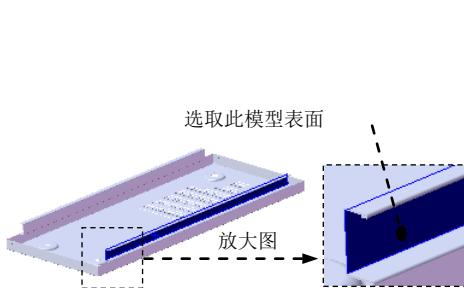
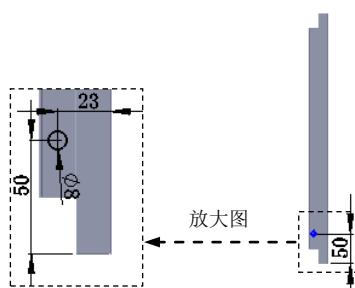

图 17.9.55 定义孔的放置面
图 17.9.56 横断面草图
- (1) 选择下拉菜单 **插入(I)** → **特征(E)** → **孔(H)** → **简单直孔(S)...** 命令。
- (2) 定义孔的放置面。选取图 17.9.55 所示的模型表面为孔的放置面。
- (3) 定义孔的参数。在 **方向 1** 区域的下拉列表中选择 **完全贯穿** 选项，在 **深度(D)** 文本框中输入数值 8.0。
- (4) 单击“孔”对话框中的 按钮，完成孔 1 的创建。
- (5) 编辑孔的定位。在设计树中右击 **孔1**，在系统弹出的快捷菜单中单击 命令，进入草图环境；绘制图 17.9.56 所示的横断面草图。单击 按钮，退出草图环境。